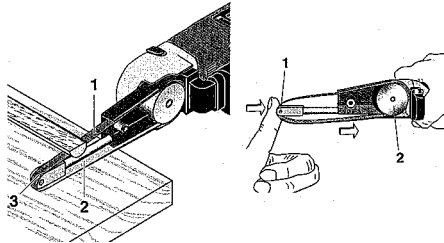

Fig. 3
2. Die Schleiffläche 2 (Fig. 3) eignet sich besonders zum Bearbeiten von planen Flächen. Mit der Schleiffläche 1 bearbeitet man am besten Rundungen. Die Stirnseite 3 ist geeignet für Arbeiten an engen Öffnungen und Vertiefungen.